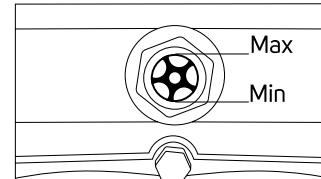

Рис. 3
6.8 Проверьте уровень масла по меткам на окне маслоуказателя картера (Рис. 3), уровень масла должен быть не ниже среднего положения в контрольном окне картера.